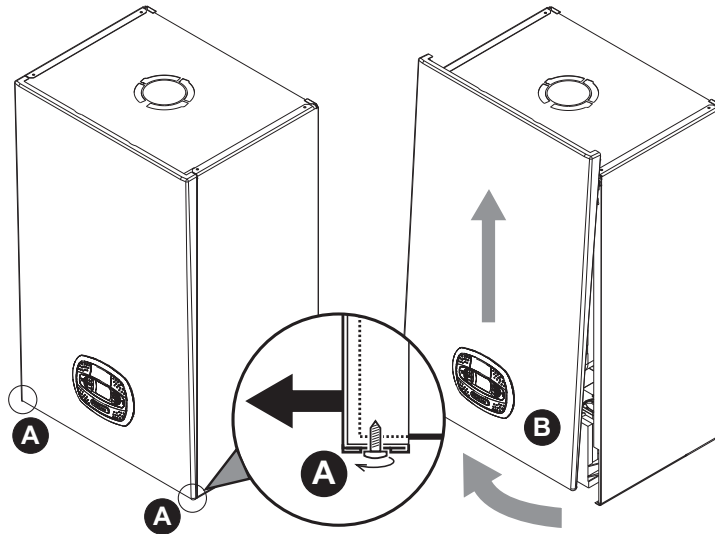

fig. 34- Deschiderea panoului frontal
1. Deșurubați parțial șuruburile **A** (vezi fig. 34).